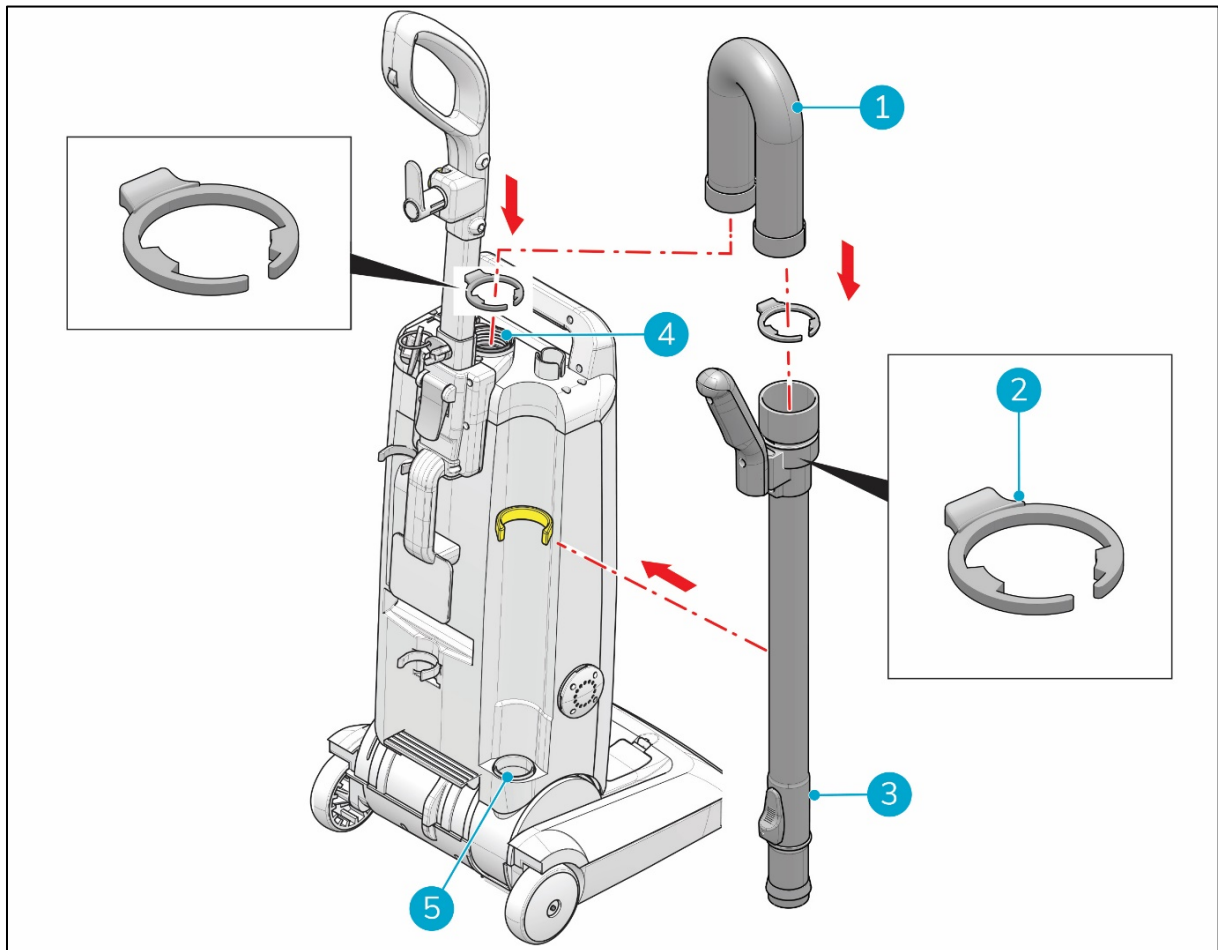

Afbeelding 8
1. Beweeg de draaibare as zodat de gele markering is uitgelijnd met de gele markering op de zijkap van de motor (Afbeelding 8, pos 2).
2. Lijn de stalen steunbeugel uit met de gele markering aan de rechterkant van de motorkap (Afbeelding 8, pos 1).
3. Til het bovenstuk op (Afbeelding 8, pos 3) en plaats deze in de onderste borsteleenheid.
4. Duw het bovenstuk totdat het wordt vergrendeld door de haken van de borsteleenheid (Afbeelding 8, pos 4).